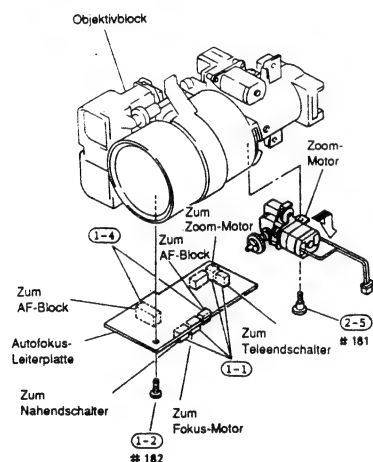

Abb. 2-101
- 1) Vier (4) Stecker von der Autofokus-Leiterplatte abtrennen (siehe Abb. 2-101).
- 2) Eine (1) Befestigungsschraube der Autofokus-Leiterplatte entfernen.
- 4) Zwei (2) Stecker von der Autofokus-Leiterplatte ablöten.
(2) Zoom-Motor
- 5) Eine (1) Befestigungsschraube des Zoom-Motors entfernen (siehe Abb. 2-101).
- 1) Den Stecker von der Autofokus-Leiterplatte abtrennen (siehe Abb. 2-101).